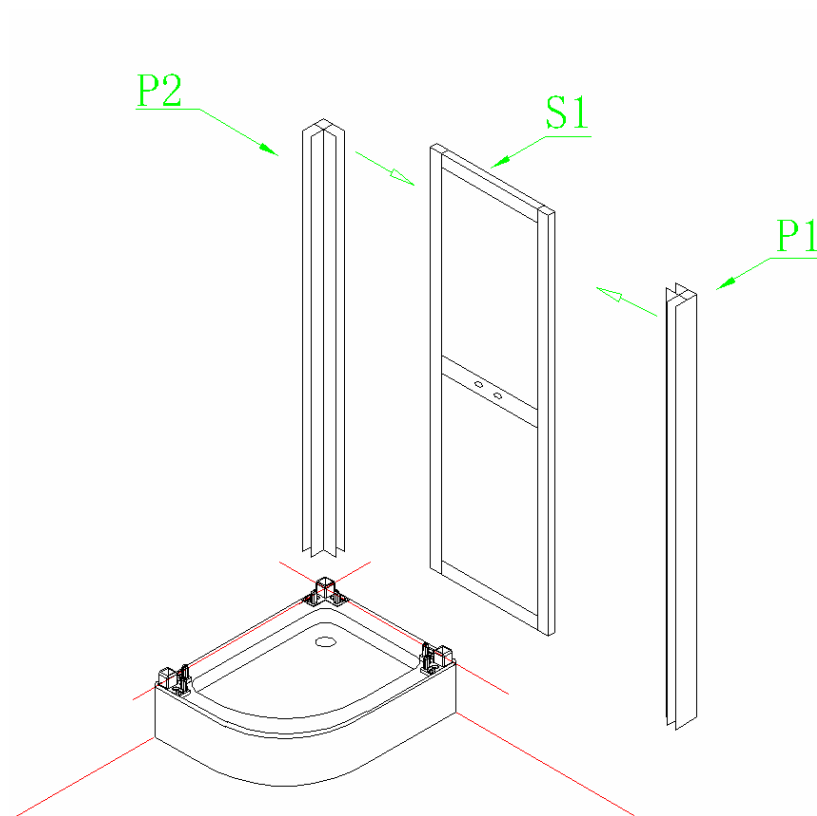

Fig. 6.
6. Sätt den högra glassidan (S1) in i hörnprofilerna (P1 och P2), och ställ det hela på bottenkaret i och med att placera hörnprofilerna (P1 och P2) på ABS-fästblocken på duschkaret. Se fig. 6.
7. Sätt den vänstra glassidan (S2) in i hörnprofilen (P2) och placera hörnprofilerna på ABS-fästblocken på duschkaret., se fig. 6.